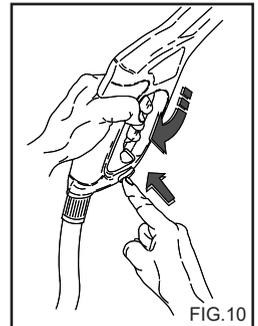

FIG. 10
- Quando l'idropultrice non viene utilizzata chiudere il dispositivo di sicurezza dell'impugnatura. (fig. 10)